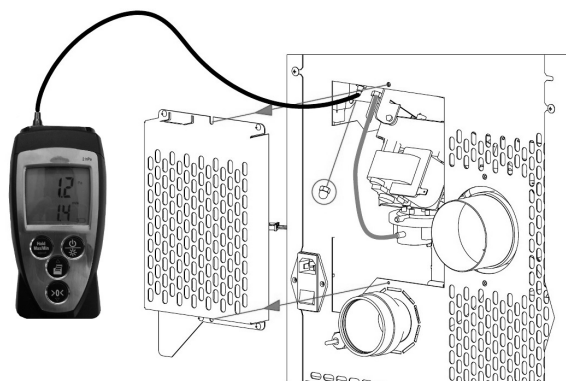

Fig. 42 - Conexión del presostato digital
- Conecte un presostato digital con un tubo para detectar la depresión (vea **Fig. 42**).